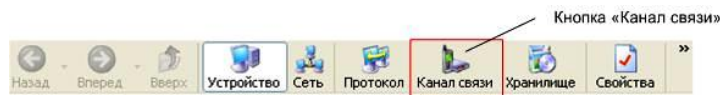

Рисунок 4.2 –Кнопка «Канал связи» на панели инструментов
**4.2** Нажмите на панели инструментов кнопку «Канал связи» (меню «Справочник -> Канал связи») (рисунок 4.2). В результате откроется окно «Справочник», которое показано на рисунке 4.3.